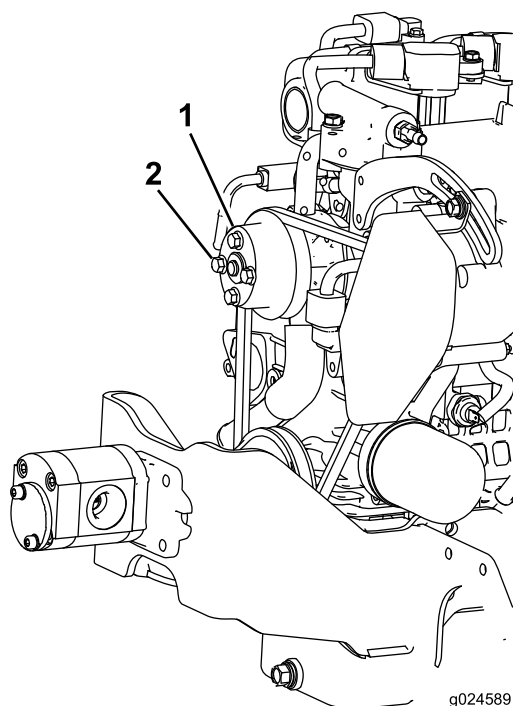

図 6
1. プーリについているボルト (4本) を取り外す ; 図 6を参照。